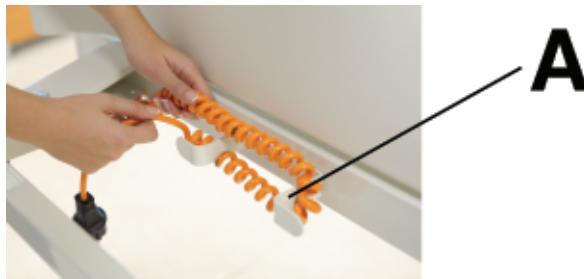

図 6 – 電源コードを保管する
電源コードを保管するには、製品の頭側端部の下にあるコードラップ (A) に電源コードを巻きつけてください (図 6)。